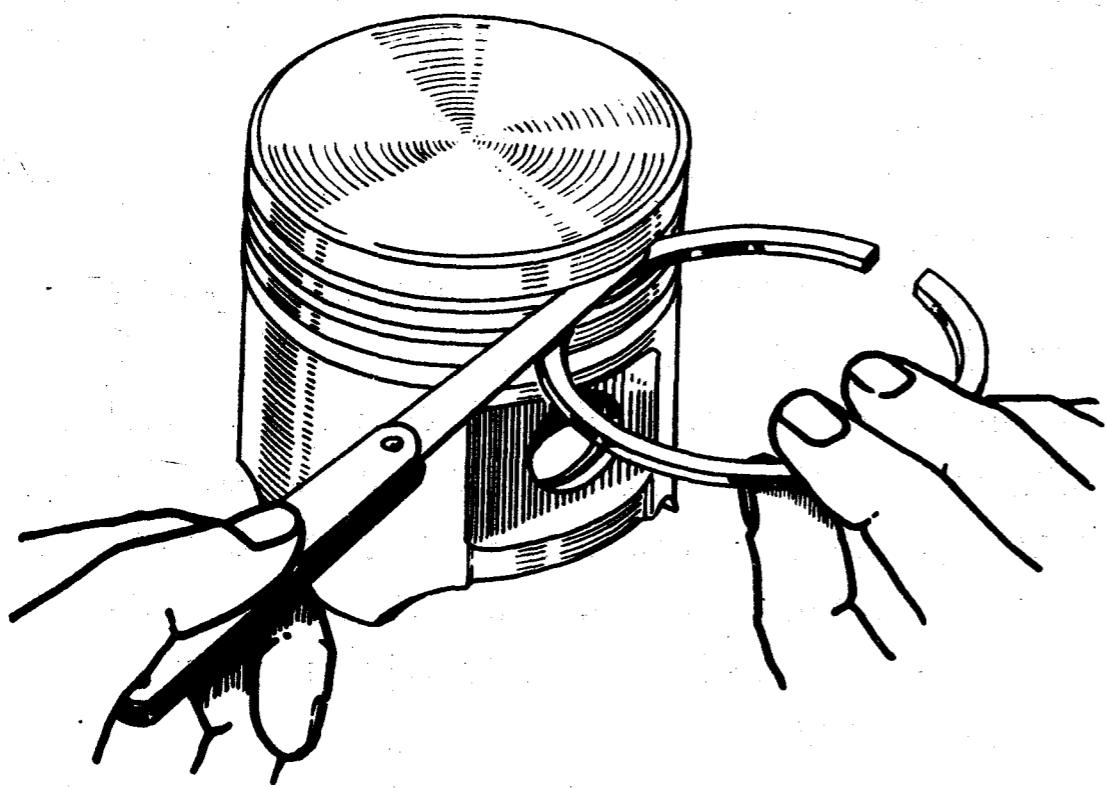

Рис. 60. Проверка бокового зазора между поршневым кольцом и канавкой в поршне
- щупом проверить боковой зазор между кольцами и стенкой поршневой канавки, как показано на рис. 60. Проверку произвести по окружности поршня в нескольких точках. Величина бокового зазора должна быть для верхнего и нижнего компрессионных колец в пределах 0,050 - 0,082 мм, для сборного маслосъемного кольца 0,135 - 0,335 мм;